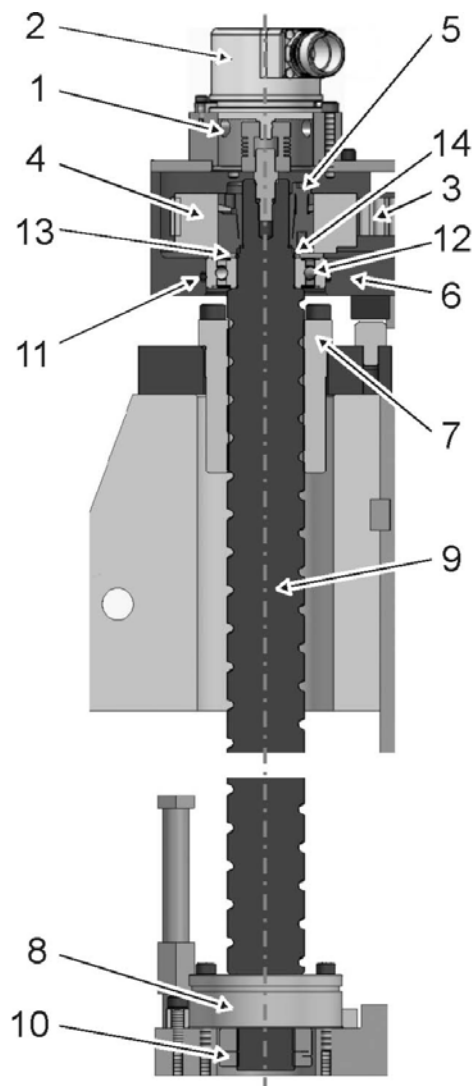

Abb. 10
- ⇒ Die Schrauben des Absolutgebers (Abb.10, Pos.2) lösen, dann die Klemmschrauben (Abb. 10, Pos. 1) entfernen, erst dann den Absolutgeber (Abb. 10, Pos.2) anheben und beiseite legen. Somit ist der Spannsatz (Abb. 10, Pos.5) für die Zahnriemenscheibe (Abb. 10, Pos.4) freigelegt.
- ⇒ Spannsatz (Abb. 10. Pos.5) lockern, und den Zahnriemen (Abb. 10, Pos.3) und die Zahnriemenscheibe (Abb. 10, Pos.4) nach oben, aus dem Gehäuse (Abb. 10, Pos.6) des Hubantriebs, über die Kugelspindel, (Abb. 10, Pos. 9), abziehen.
- ⇒ Das obere Lagergehäuse (Abb. 1, Pos.11) vom Hubschlitten lösen und über die Kugelspindel (Abb. 10, Pos.9) nach oben abheben, (O – Ring (Abb. 10, Pos.11) verbleibt im Lagergehäuse) und beiseite legen.
HINWEIS: O – Ring (Abb. 10, Pos.11) muss bei einer Demontage immer durch ein Neuteil ersetzt werden.
- ⇒ Die Schrauben der Spindelmutter (Abb. 10, Pos.7) am Querhaupt (Abb. 1, Pos.10) entfernen, dabei jedoch die Spindelmutter (Abb. 10, Pos. 7) am Querhaupt (Abb. 1, Pos.10) belassen.
- ⇒ Spansschrauben der Stellmutter (Abb. 10, Pos.10) zunächst kreuzweise leicht entspannen. Erst dann dürfen die Spansschrauben vollständig gelöst werden. So wird verhindert, dass die gesamte Spannung der Membrane auf die zuletzt zu öffnende Spansschraube wirkt und diese dabei blockiert.
- ⇒ Die Schrauben des Schrägkugellagers (Abb. 10, Pos.8) lösen
- ⇒ Jetzt kann das Schrägkugellager (Abb. 10, Pos.8) nach unten abgezogen werden.
- ⇒ Die Scheibe (Abb.10, Pos.14) und der Sicherungsring (Abb. 10, Pos.13) am oberen Teil der Kugelspindel (Abb. 10, Pos.9) abnehmen. Das freigelegte Rillenkugellager Abb. 10, Pos.12) nach oben abziehen.